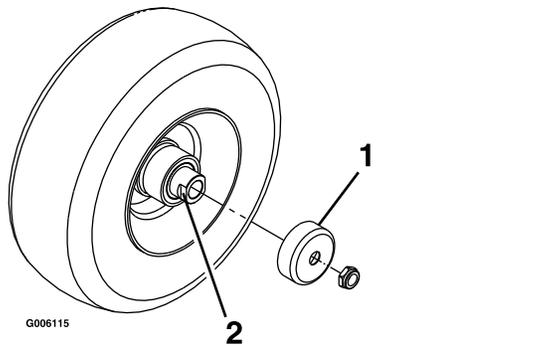

Рисунок 38
4. Снимите ограждения уплотнений со ступицы колеса (**Рисунок 38**).